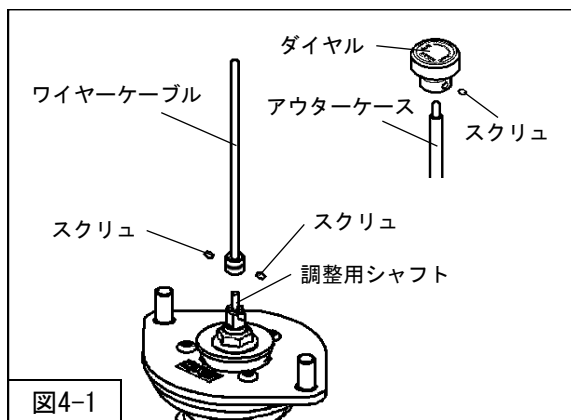

図4-1
1. 六角レンチ (1.5mm・同梱品) を使用し、スクリュをゆるめて減衰力調整ケーブル (同梱品) からダイアル・アウターケースを取外してください。(図4-1)
2. リアサスペンションASSY先端の調整用シャフトにワイヤークーブルを取付けてください。(図4-1)